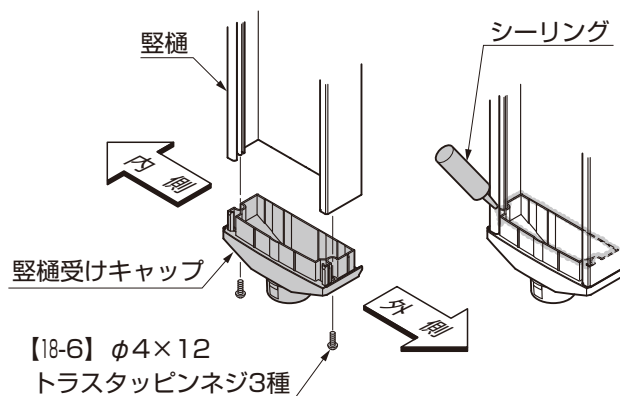

図18-7 B部詳細図 縦樋キャップの取付け
- ⑦ 縦樋に縦樋受けキャップを【18-6】で取付けてください。（図18-7参照）
- ⑧ 縦樋受けキャップ部をシーリングしてください。（図18-7参照）